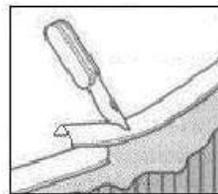
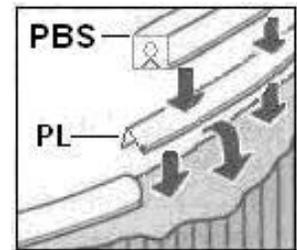

fig. 25
fig. 26
d) Retirez les pinces lors de l'installation du profilé en plastique (PL) autour du périmètre de la piscine (fig. 25), découpez l'excès de profilé (PL), (attention à ne pas endommager le liner lors du découpage), puis placez le profil haut blanc (PBS), au-dessus du profil en plastique (PL) (fig. 26).